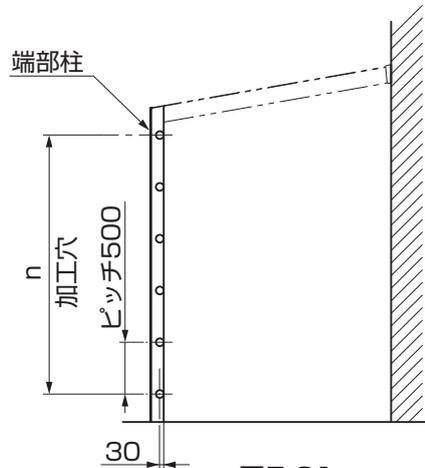
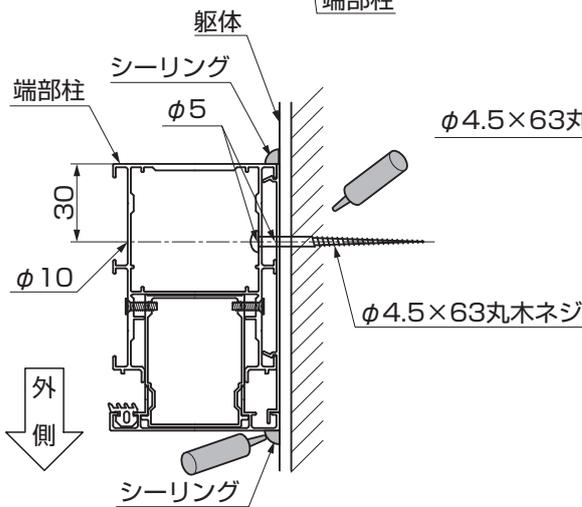
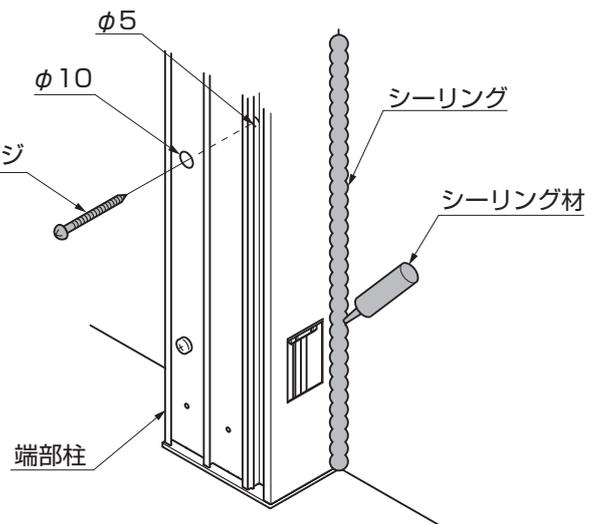

図5-21
図5-22
図5-23
- ①入隅側の端部柱に、φ10、φ5の穴をあけてください。(図5-21、図5-22、表5-4参照)
- ②端部柱と躯体を、「φ4.5×63丸木ネジ」で取付けてください。(図5-22、図5-23参照)
- ③端部柱と躯体の取合せ部にシーリングをしてください。(図5-23参照)